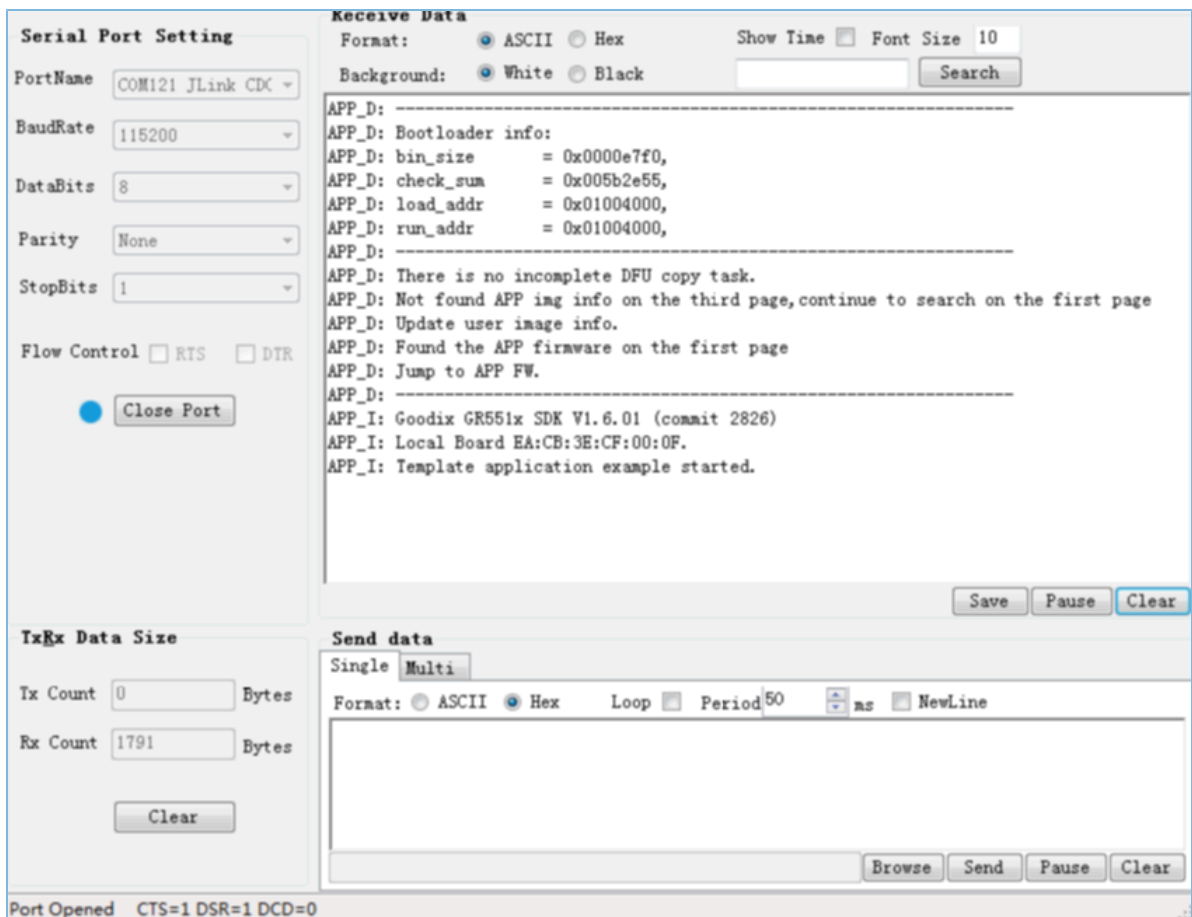

图 3-4 升级完成后应用固件成功运行
4. Second Boot固件中集成了BLE OTA功能，可参考《GR551x OTA示例手册》“3 在ble_app_template_dfu中进行固件升级”章节升级固件，升级完成之后会自动跳转至新的应用固件运行。此时GRUart串口界面如图 3-4所示。